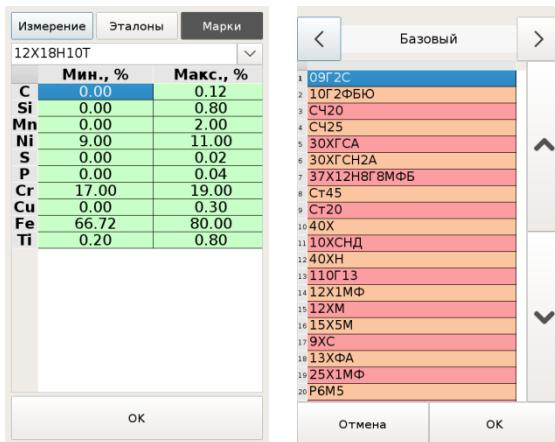

Рисунок 10 Окна выбора марки для сравнения
- 4.4.7.1. При переходе в режим пользователю предлагается выбрать элемент марочника для сравнения (Рисунок 10).